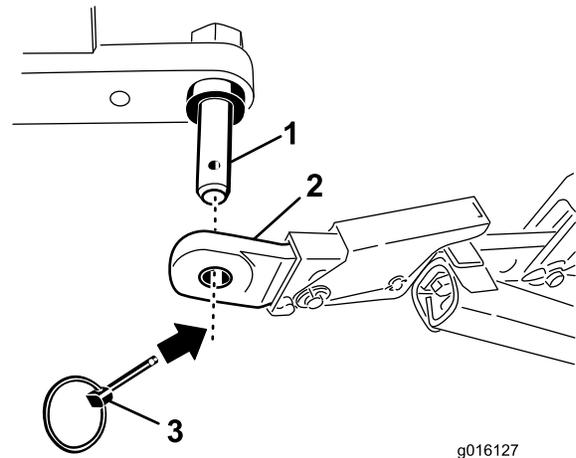

Figure 3
4. Fixez les bras de liaison inférieurs aux goupilles de montage de l'aérateur avec des goupilles à anneau (Figure 3).